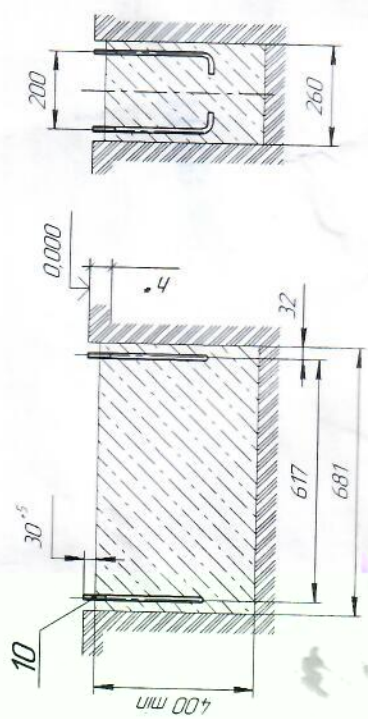

Рис. 3 (ударопоглощающее покрытие показано условно)
- 12.3.2 Подготовить приямок по схеме на рис. 3. Необходимая глубина прийма под заливку бетона определяется УСТАНОВЩИКОМ исходя из типа грунта в месте установки, но не менее 400 мм